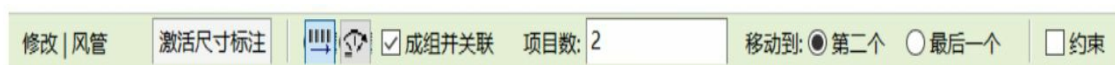

图1-11
- 阵列（快捷键：AR）：选择图元，单击“阵列”工具，在选项栏中进行相应设置，勾选“成组并关联”复选框，输入阵列的数量，例如“2”，选择“移动到”选项中的“第二个”，在视图中拾取参考点和目标点位置，二者间距将作为第一个管道和第二个或最后一个管道的间距值，自动阵列管道，如图1-11所示。